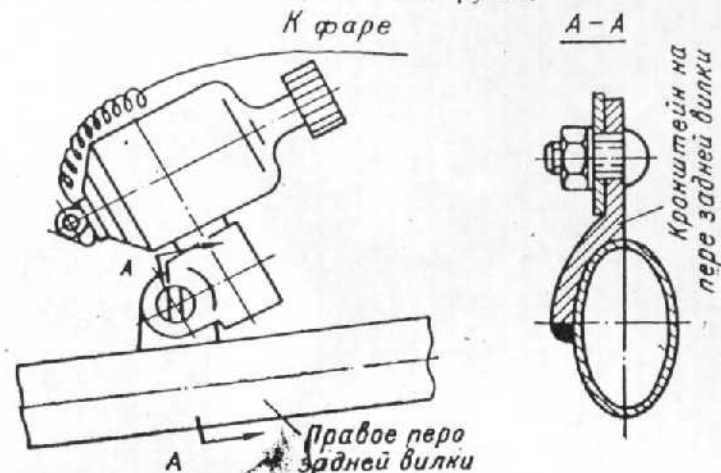

Рис. 11. Электрооборудование.
**Электрооборудование.** Система электрооборудования легкого мопеда с двигателем Д-5 состоит из генератора, фары и электропровода (рис. 11).